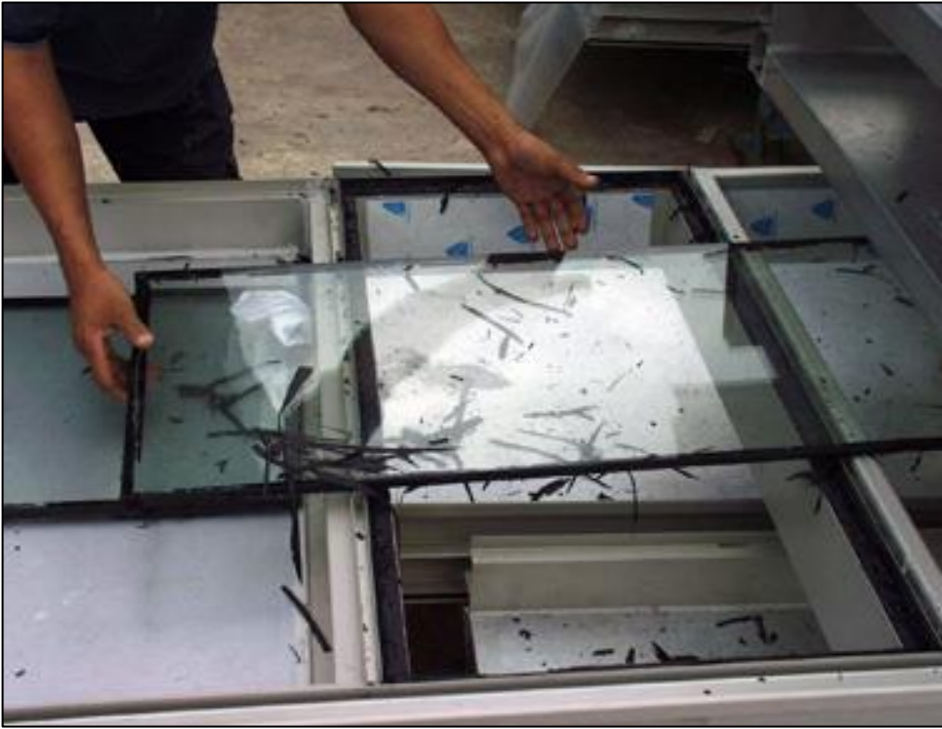

Рис. 26: Вырезав стекло, тщательно удалите частицы клея с поверхности среза
1. Вырезать поврежденное стекло так, чтобы слой силиконового клея около 1-2 мм остался на металлической раме (рисунок 26). Не удаляйте клей полностью, так как это может повредить поверхность металла. Для сложных конструкций и отдельных ее частей, могут быть использованы специальные инструменты. Срез должен быть абсолютно гладким и без частиц клея на поверхности. Удалите самоклеющуюся ленту Sika® Spacer Tape.